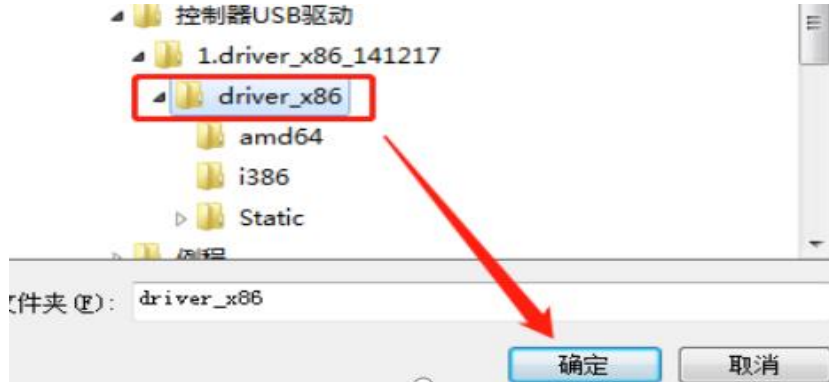

图 1.1.2 控制器 USB 驱动
(2) 双击或右键选择更新驱动->选择更新驱动->浏览计算机查找驱动软件->选择控制器 USB 驱动（位置：GCN 系列光盘资料 2022\驱动工具\控制器 USB 驱动\driver_x86）如图 1.1.2 所示，